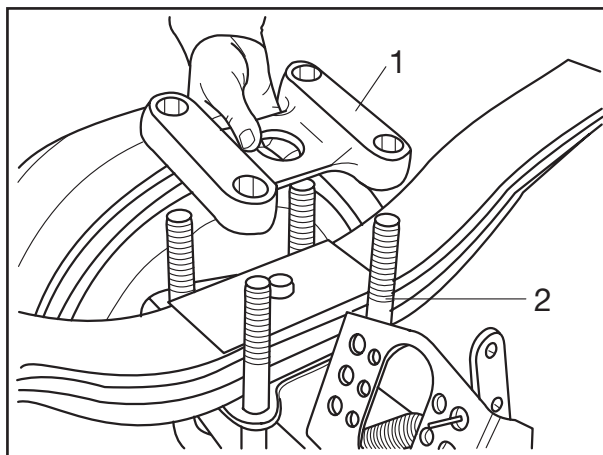

Рис. 1
- [2] Отвернуть контргайки или стопорные гайки со стремянок рессор. Снять надрессорную пластину (рис. 1/1) и вытянуть стремянки рессор (рис. 1/2).